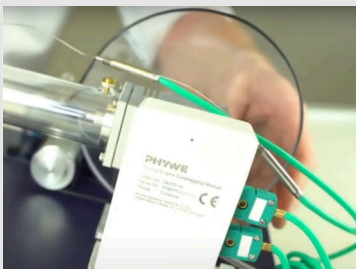

Abbildung 4
- Setzen Sie den O-Ring wieder auf den Motor (Abb. 4)